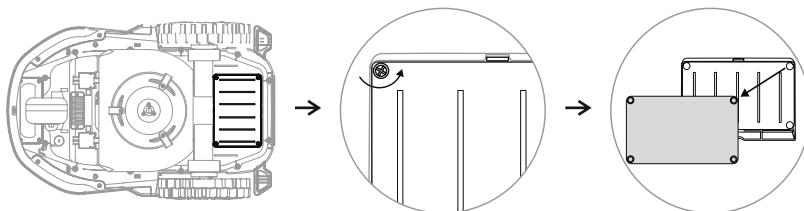

Рис. 33
**Как заменить батарею (рис. 33)**